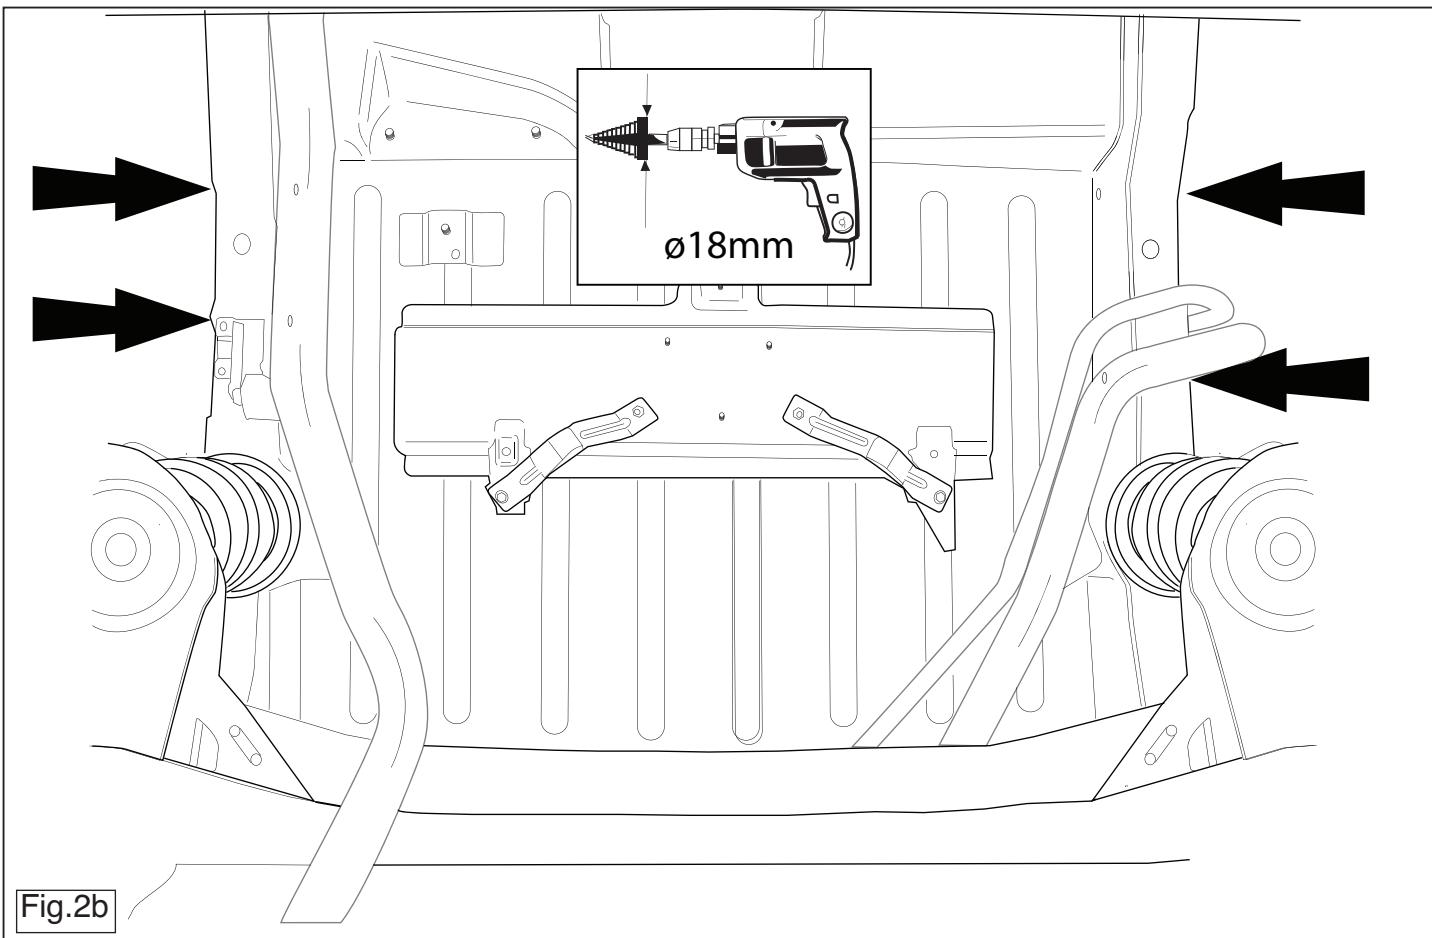

Fig.2b
6. Увеличить отверстия А до диаметра 18 мм (см. рис. 2b).